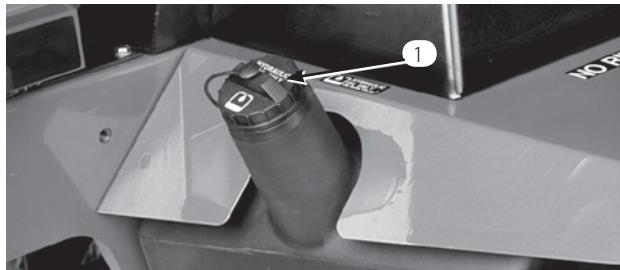

図 18
2. 油圧オイル・タンクの注油口周辺をきれいに拭き、キャップを外す。給油口からキャップを取り（図18）。